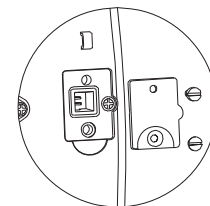

Figure 4-2. Broches LFT.
2. Démontez le couvercle de sécurité sous la balance afin d'accéder aux deux broches situées dans un logement (reportez-vous à la figure 4-2). Raccourcissez ces broches (un tournevis plat peut être utilisé), tout en mettant la balance **ON**. La balance effectuera une procédure de démarrage et l'affichage présentera ensuite l'état en cours [LFT OFF] (LFT ARRÊT, déverrouillé) ou (LFT MARCHE, verrouillé) ; appuyez sur la touche **No** pour modifier ce réglage ou sur la touche **Yes** pour le confirmer.